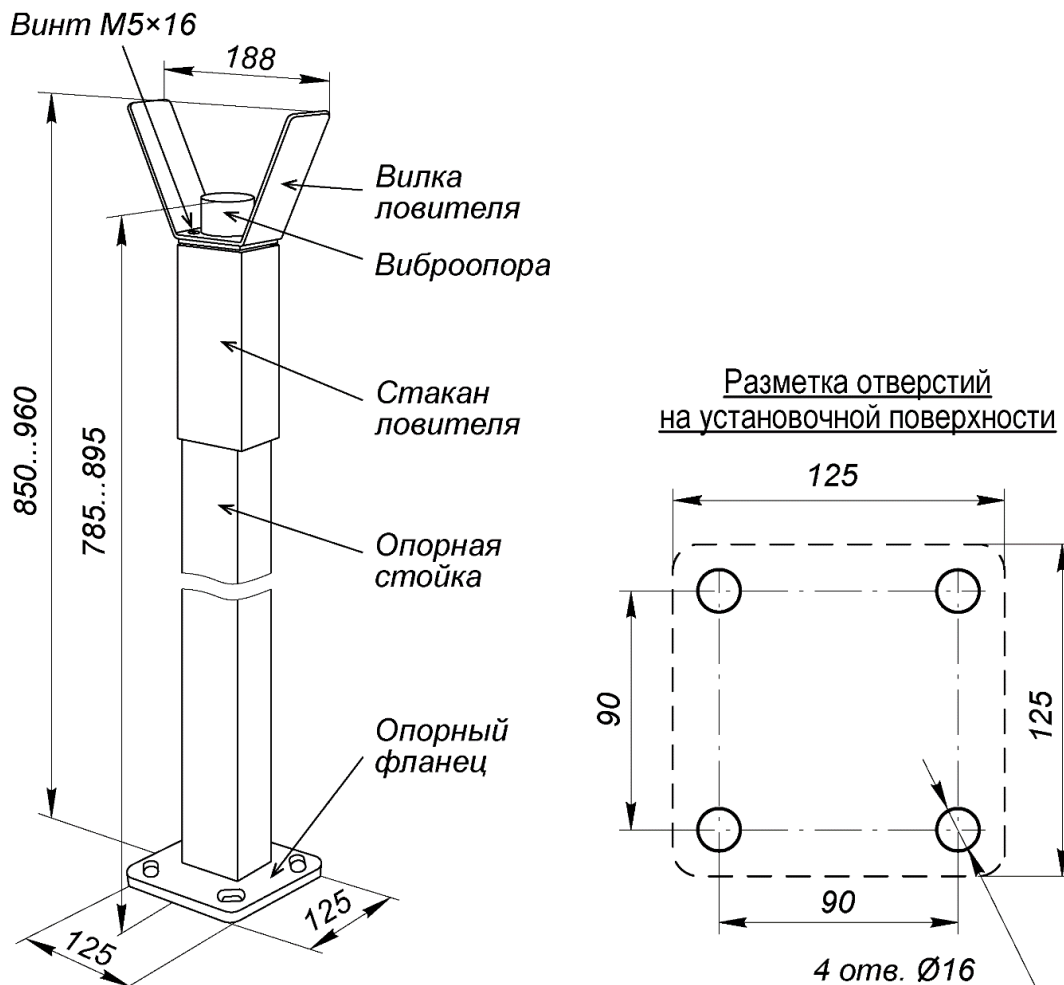

Рисунок 13. Внешний вид опорной стойки с ловителем стрелы **PERCo-GBS1**
1. Выполните в установочной поверхности отверстия в соответствии с разметкой (рис. 13). Ось опорной стойки должна совпадать с продольной осью стрелы шлагбаума (обращаем внимание, не с осью стойки шлагбаума!, см. рис. 7). Размер отверстий на схеме указан для анкеров типа PFG IH10 («SORMAT»), при использовании других типов анкеров необходимо выполнять отверстия соответствующих им диаметра и глубины.